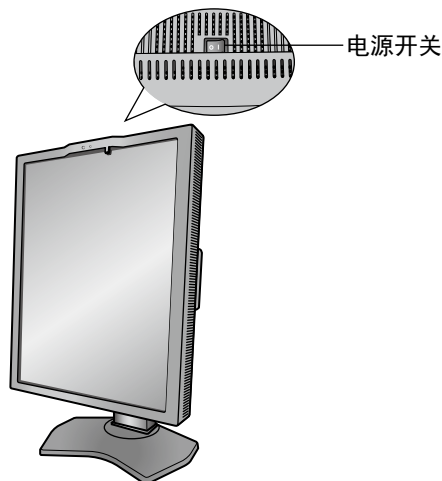

图 E.1
9. 用显示器顶部 (纵向) 或左侧 (横向) 的电源开关打开显示器 (图 E.1)。打开计算机。